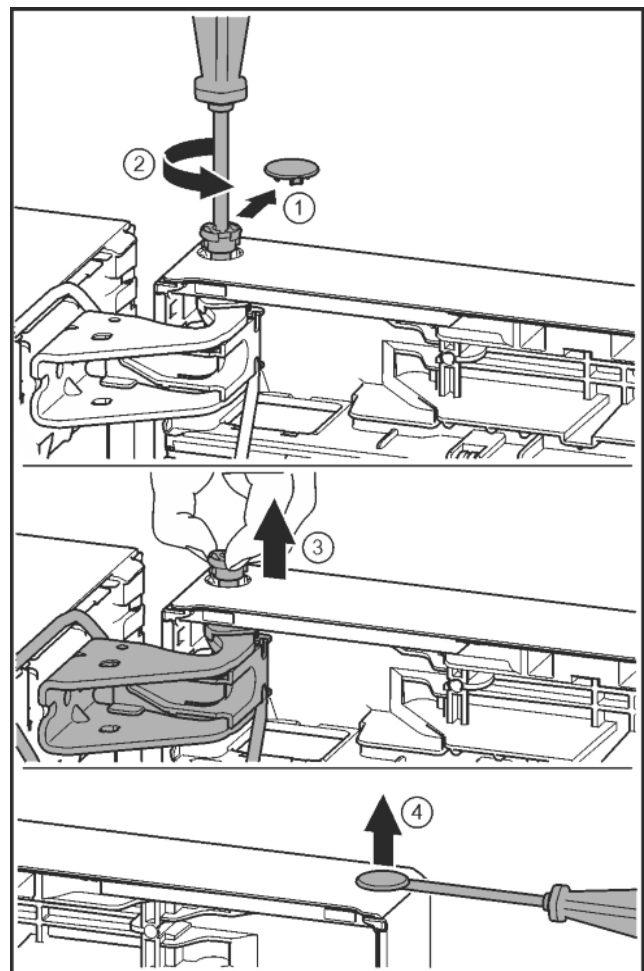

Fig. 21
- ▶ Sicherungsabdeckung vorsichtig abziehen. Fig. 21 (1)
- ▶ Bolzen mit Schraubendreher T15 ein Stück herausdrehen. Fig. 21 (2)
- ▶ Tür festhalten und Bolzen mit den Fingern herausziehen. Fig. 21 (3)
- ▶ Stopfen aus der Türlagerbuchse vorsichtig mit einem Schlitzschraubendreher anheben und herausziehen. Fig. 21 (4)